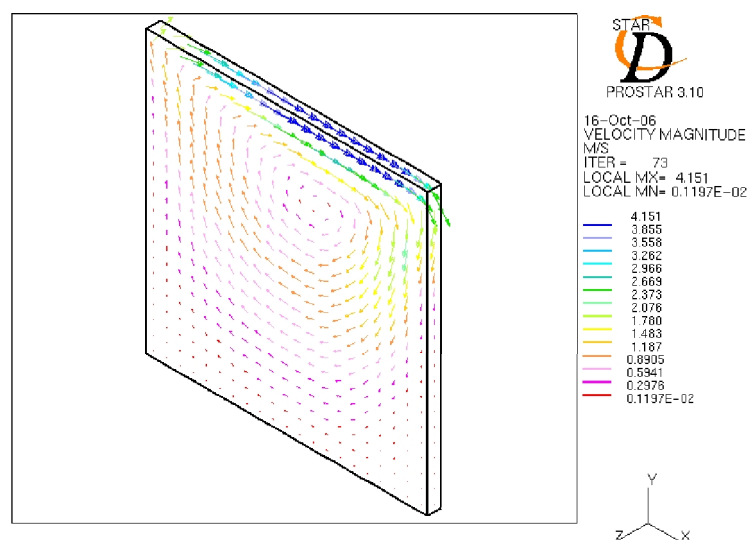

Рис. 10.7. Поле вектора скорости
- Нажмите на кнопке **Plot to Screen** и в окне PROSTAR появится векторное поле, приведенное на рис. 10.7.